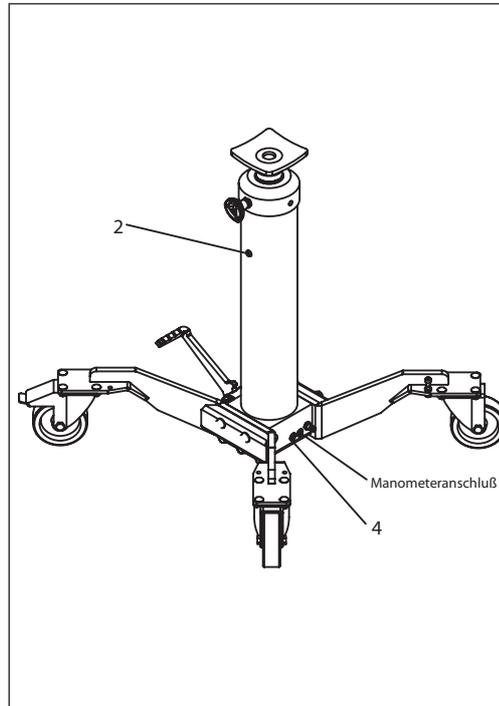

Abb. 2:
- Taste „Schnellhub“ (1) drücken bis der Lastangriffspunkt des Tragtellers erreicht ist, bei Junior Jack Fußpedal (Abb. 2: 1a) betätigen bis die Last gewünschte Höhe erreicht hat.
- Taste „Luftmotor“ (2) drücken, bis die Last die gewünschte Höhe erreicht hat.
- Ölablassschraube (Abb.2, Punkt 4) herausdrehen und Öl ablassen.
- Ölmesstab (Abb.2, Punkt 2) herausdrehen.
- Ölmesstab (Abb.2, Punkt 2) mit Dichtring wieder eindrehen und festziehen.